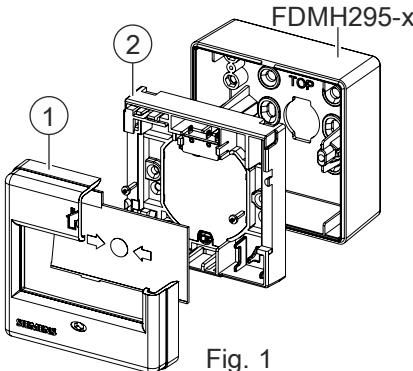
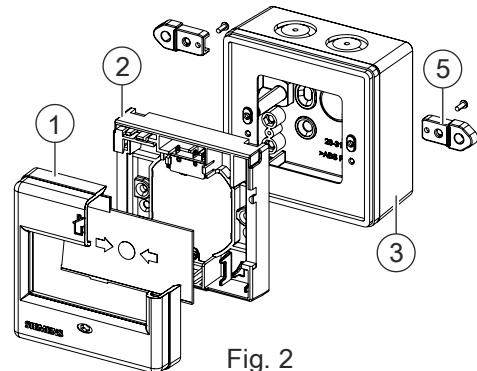

Fig. 1
Fig. 2
The manual call points FDM225-xx and FDM226-xx are for manual alarm activation in the event of a fire. The manual call point FDM225-xx (Fig. 1) consists of a housing cover (1) and a switching unit (2). The back boxes FDMH295-R and FDMH295-S are available as an option for surface mounting. The manual call point FDM226-xx (Fig. 2) consists of a housing cover (1), a switching unit (2), and a back box (3). A protective cover FDMC295 (accessories) can be installed for both manual call points to prevent unintentional alarm activation. Secure the manual call points at a height of 0.9...1.6 m on an even surface.
Der Handfeuermelder FDM225-xx (Fig. 1) besteht aus einem Gehäusedeckel (1) und einem Schaltungseinsatz (2).
Für die Aufputzmontage sind beim FDM225 optional die Gehäuseböden FDMH295-R und FDMH295-S erhältlich. Der Handfeuermelder FDM226-xx (Fig. 2) besteht aus einem Gehäusedeckel (1), einem Schaltungseinsatz (2) und einem Gehäuseboden (3).